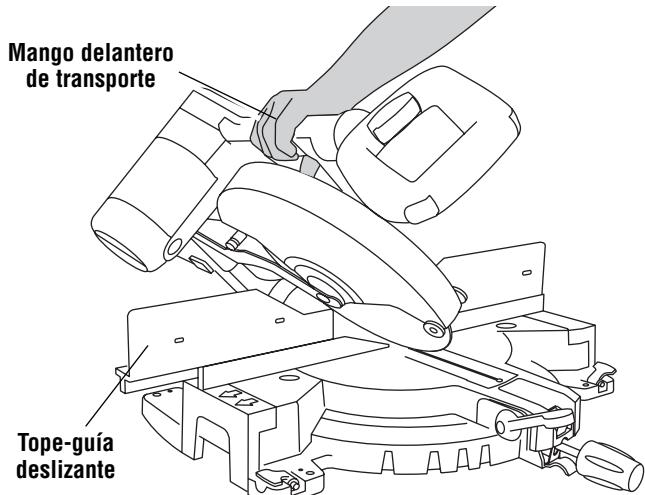

Figura 2.
- a. Extienda el tope-guía deslizante izquierdo para que sobresalga del ensamblaje de la sierra y fíjelo de nuevo (Figura 2).
- a. Extienda el tope-guía deslizante derecho para que sobresalga del ensamblaje de la sierra y fíjelo de nuevo (Figura 2).
- c. Sitúese en el lado derecho de la sierra, agarre el mango delantero de transporte con la mano derecha e incline el cabezal de la sierra ligeramente hacia la izquierda, a la vez que gira la perilla selectora de intervalo de biseles con la mano izquierda hasta “0-45° a la derecha” (Figura 2).
- a. Mueva el tope-guía deslizante izquierdo o derecho para que sobresalga del ensamblaje de la sierra y fíjelo de nuevo (Figura 2).
- c. Sitúese en el lado derecho de la sierra, agarre el mango delantero de transporte con la mano derecha e incline el cabezal de la sierra ligeramente hacia la izquierda, a la vez que gira la perilla selectora de intervalo de biseles con la mano izquierda hasta el "intervalo máximo" (Figura 2).